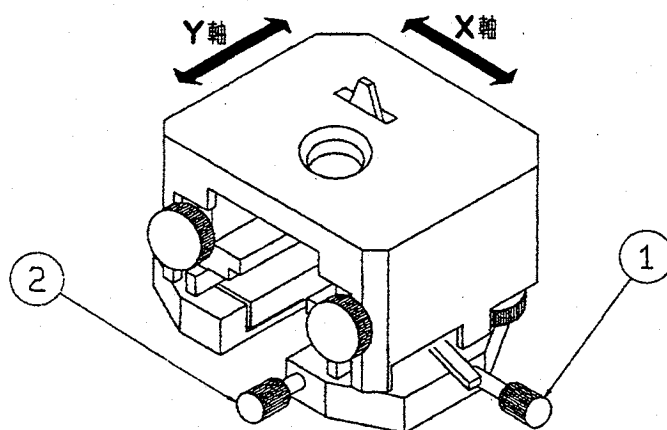

図 2.3-1 観察位置の移動
試料の観察位置は、図 2.3-1 のように、①ツマミを回すことにより X 軸方向、②ツマミを回すことにより Y 軸方向に 4.0mm × 4.0mm (試料径 $\Phi 18$ mm の時) の観察位置の移動を行うことができます。